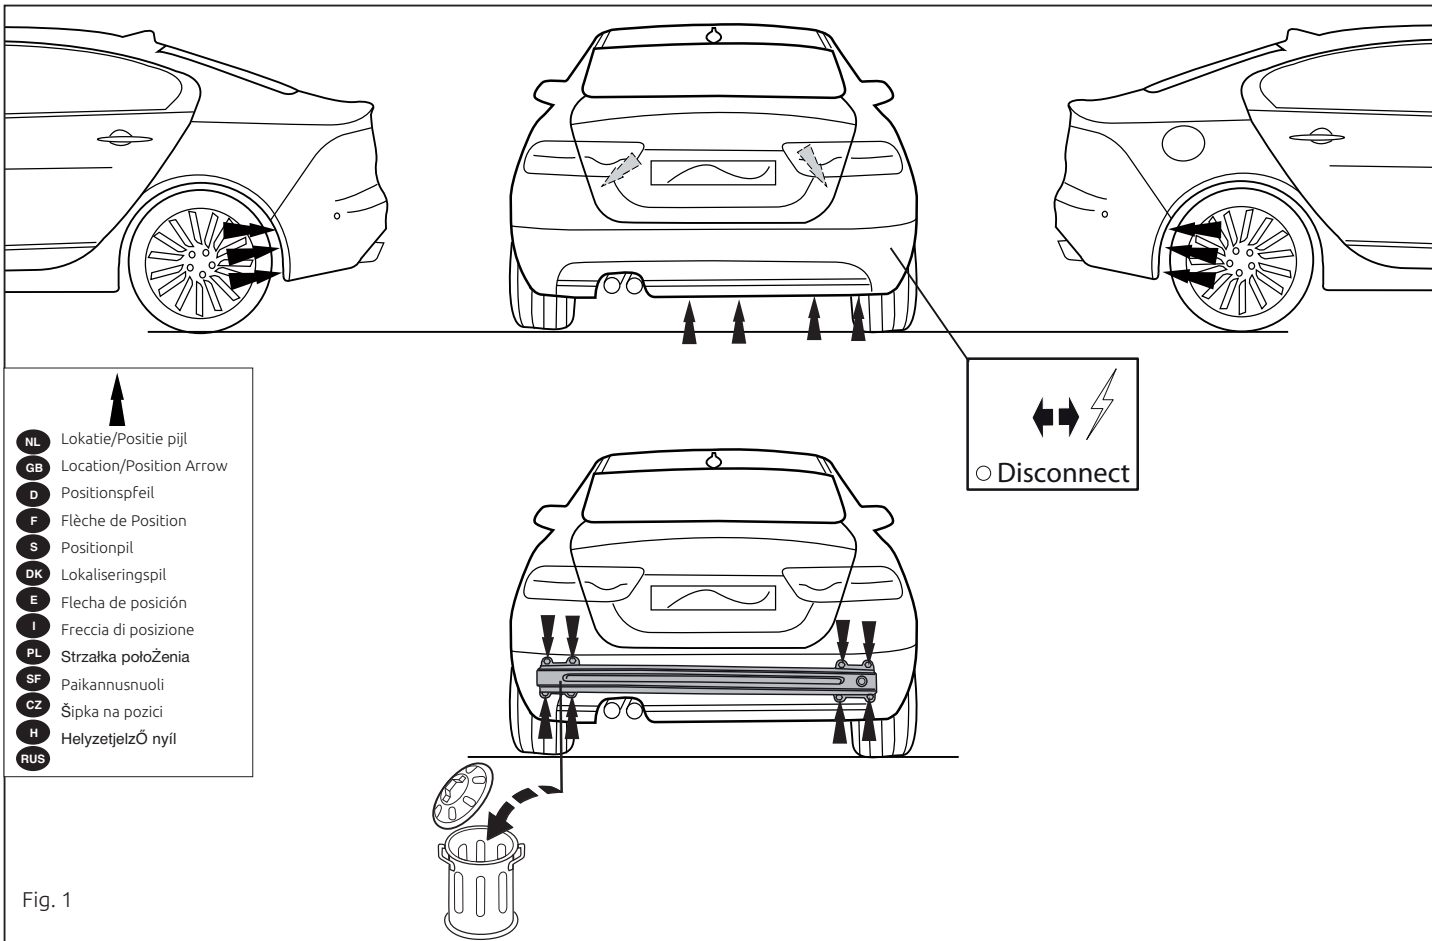

Fig. 1
1. Снять бампер (см. рис. 1).
2. Снять бампер вместе со стальным буферным брусом автомобиля; буферный брус больше не понадобится (см. рис. 1).